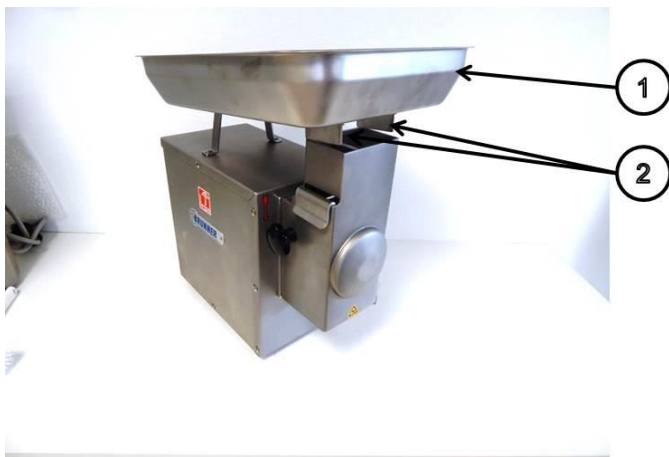

Abbildung 13: Schale aufsetzen
Als Letztes kann nun die Schale (1) in Abbildung 13 aufgesetzt werden, hier ist darauf zu achten, dass die Einfüllöffnung (2) sauber übereinander liegt!